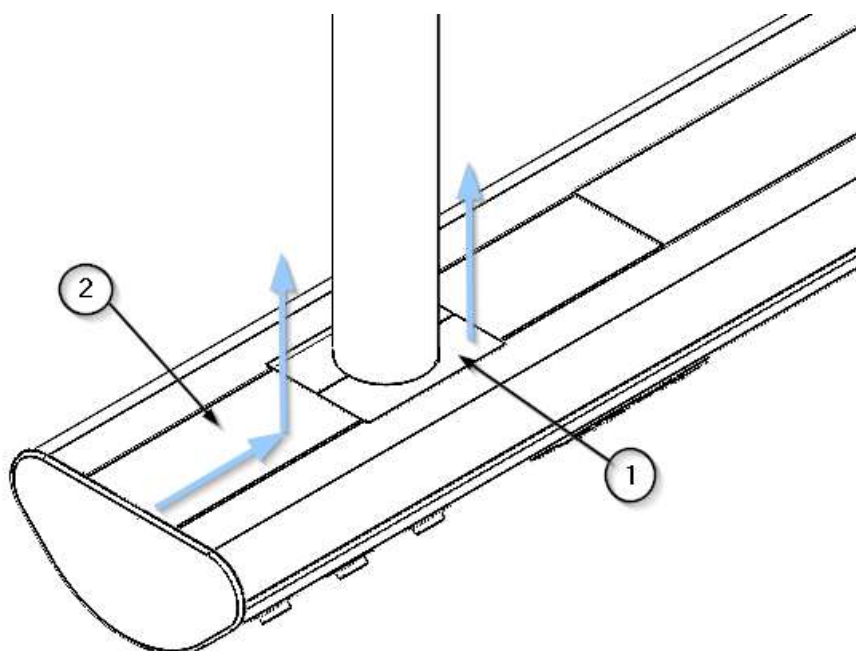

Fig. 2 Verwijderen van de afdekkingen van het hoof gedeelte
- Verwijder met behulp van een zeskantig gereedschap de 8 schroeven M4 x 6 (3) waarmee de 5 zijflappen (2) van de zijwand (1) zijn bevestigd, zoals te zien is in afbeelding 2.
- Verwijder voorzichtig de zijwand (1) en leg deze op een veilige plaats.
- Plaats eerst de kopwand (1) door de zijflappen (2) in de schroefgaten van het hoofdgedeelte te plaatsen en zet deze vast met de 8 schroeven M4 x 6 (3).
- Controleer of de zijwand (1) goed is bevestigd.